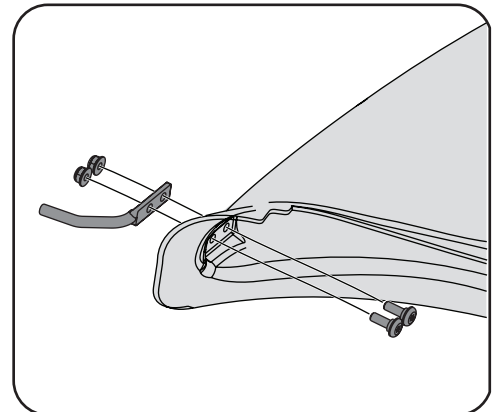

Figura 4-24
- Levante el deflector del canal (1 en la Figura 4-24) sobre la plataforma y sosténgalo mientras ubica el canal de descarga sobre la abertura del canal.
- Inserte el extremo del codo del canal de descarga (2) en el orificio suministrado en el montaje de rueda de la plataforma tal como se muestra en el recuadro de Figura 4-24.
- Gire el canal de descarga hacia atrás hasta que el orificio del codo del canal de descarga se alinee con el pasador de la plataforma. Mueva el codo de descarga hacia abajo hacia ese pasador como se muestra en 3 de la Figura 4-24.